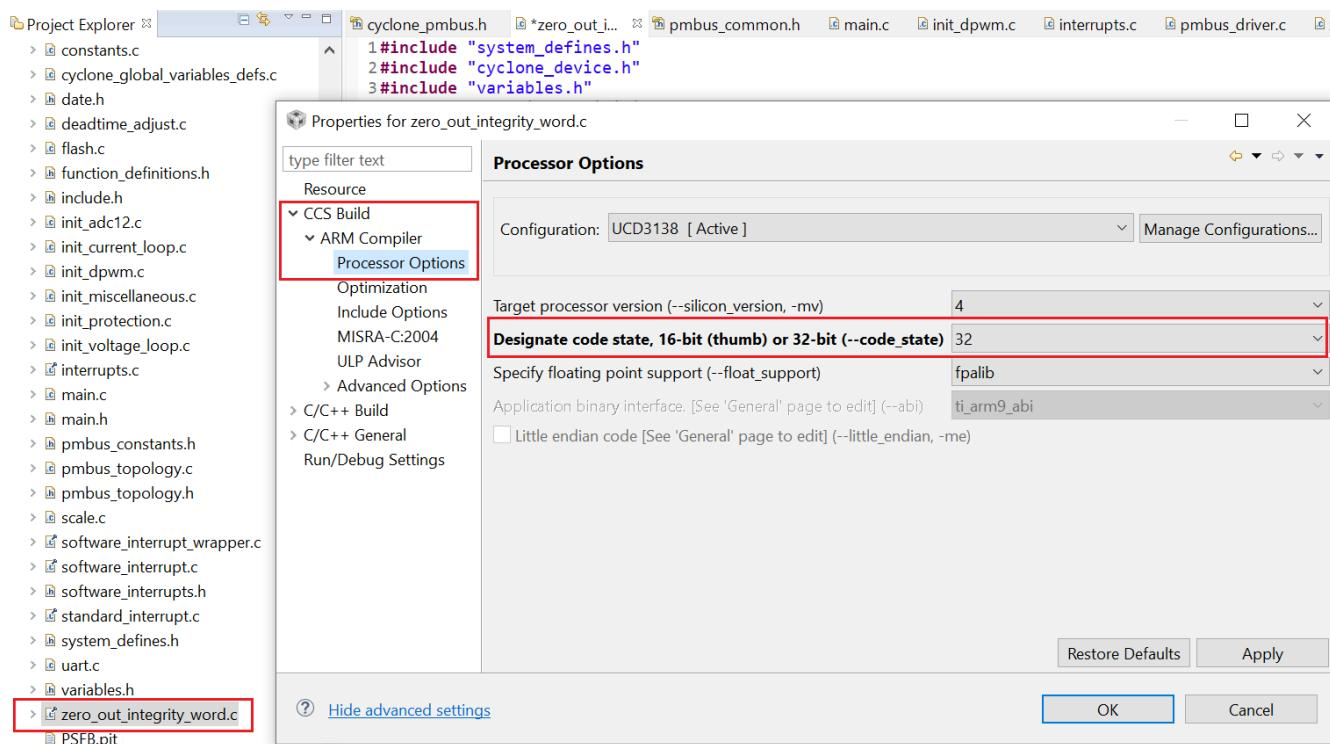

图 2-2. 指定代码状态
- 如果当前为 16，则更改为 32（如图 2-2 所示。）